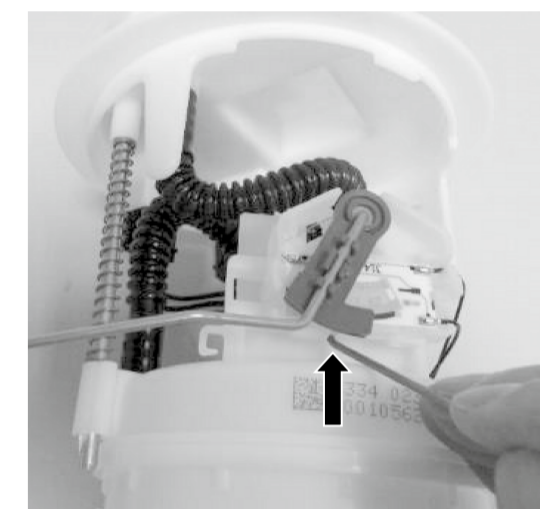

Abb. 3/ Fig. 3/ Puc. 3/ 图3
- Press the retaining lug onto the underside of the sender unit (Fig. 3) and slide the sender unit out sideways (Fig. 4).
- Enfoncer l'ergot à la partie inférieure de l'indicateur de niveau (Fig. 3) et extraire latéralement l'indicateur de niveau (Fig. 4).
- Нажмите на фиксирующие выступы на нижней части датчика уровня топлива (Рис. 3) и извлеките датчик уровня топлива, вытянув его в сторону (Рис. 4).
- Presionar el saliente de enganche por la parte inferior del sensor del depósito (Fig. 3) y retirar lateralmente el sensor del depósito (Fig. 4).